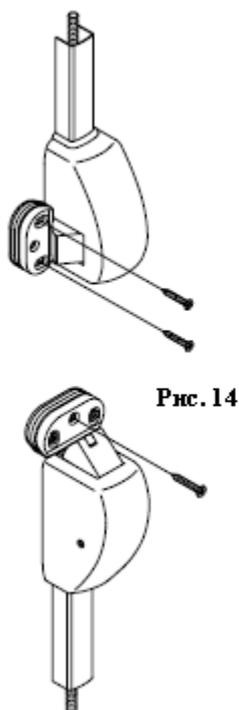

Рис. 14
17) Выполните предустановку ответной части при помощи двух винтов, закрученных в просверленные отверстия (Рис. 14).